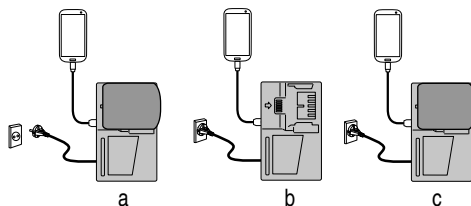

Fig. 11
- (1) Seleccione un método de carga. Dependiendo del método de carga seleccionado, tanto si la batería se ha insertado en el cargador o si el cable de alimentación está enchufado a una toma de corriente.
- Carga de un dispositivo USB mediante batería (Fig. 11-a)
- Cargar un dispositivo USB desde una toma de corriente eléctrica (Fig. 11-b)
- Cargar un dispositivo USB y su batería desde una toma de corriente eléctrica (Fig. 11-c)